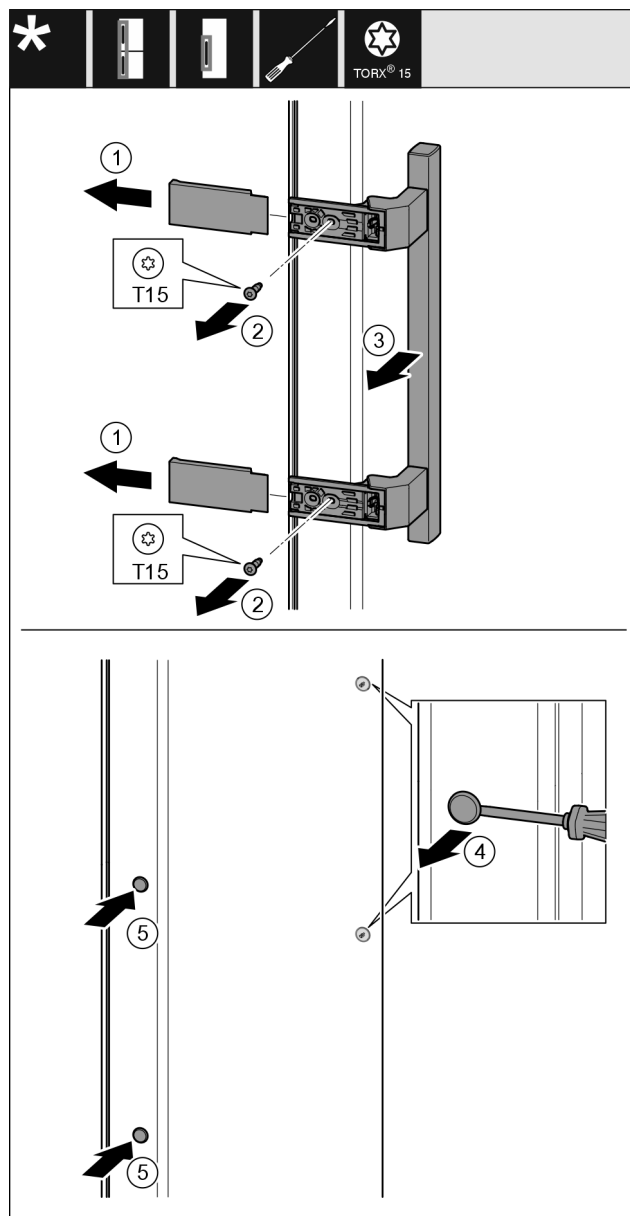

Fig. 23
- Retirer le cache Fig. 23 (1).
- Retirer les vis Fig. 23 (2) avec un tournevis.
- Retirer la poignée Fig. 23 (3).
- Soulever et retirer avec précaution le cache latéral Fig. 23 (4) avec un tournevis plat.
- Replacer le cache Fig. 23 (5) de l'autre côté.